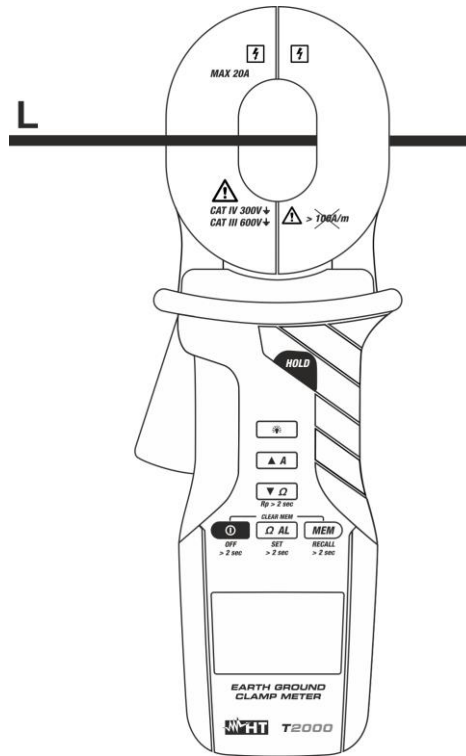

Fig. 19: Medida de corriente CA
3. Abra el toroidal suavemente, inserte el cable en pruebas (vea la Fig. 19) y lea el resultado en el visualizador.